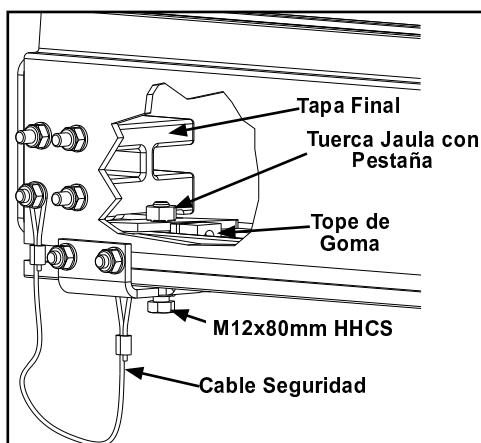

Figura 3-77 Paro Redundante
Paso 1. Verifique que el tope de goma de hacia la carga. Vea Figura 3-77 Paro Redundante. Afloje tuerca de jaula con pestaña de tope hasta que quede al ras con la punta del tornillo.